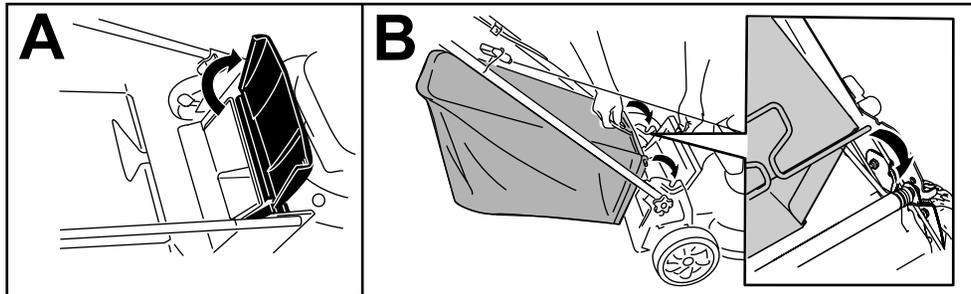

Figure 16
1. Soulevez le déflecteur arrière et gardez-le dans cette position (A de la Figure 16).
2. Montez le bac à herbe en veillant à placer les ergots dans les crans du guidon (B de la Figure 16).
Remarque: Si le bac à herbe est monté sur la machine, enlevez-le avant de procéder à l'éjection arrière de l'herbe coupée ; voir Retrait du bac à herbe \(page 12\). Le levier de ramassage sur demande doit être en position RAMASSAGE comme montré à la Figure 16.